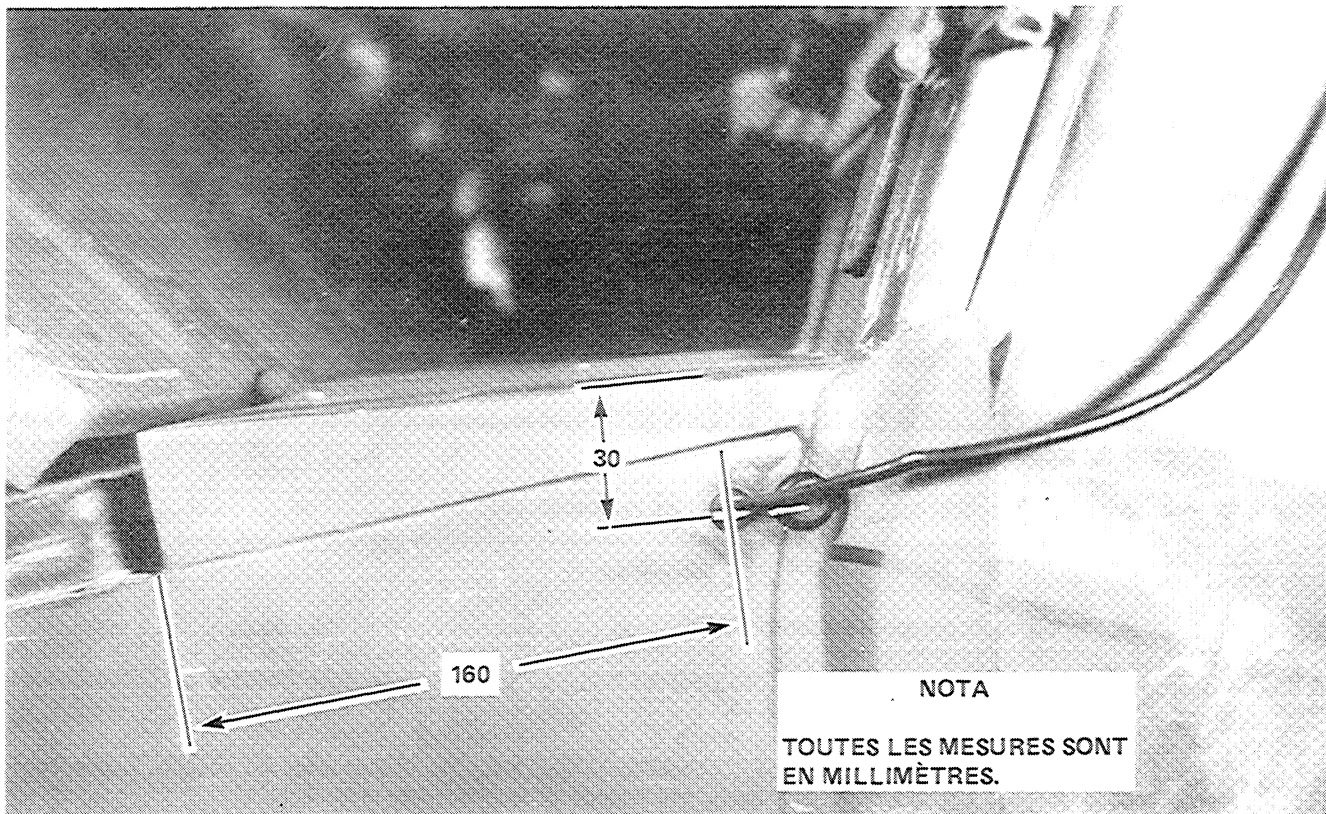

Figure 4 Localisation du trou pour le fil du girophare
- a. Voir la figure 4. Déterminer la position du trou du fil du girophare sur le côté gauche du véhicule et la marquer.
- c. Installer le passe-fils (35) dans le nouveau trou.
- e. Par l'intérieur du véhicule, introduire la petite cosse du fil de masse du support (32) dans le trou du renfort intérieur et dans le passe-fils (35), puis laisser pendre le fil.
- g. Fixer le fil (32) au support de girophare (31) à l'aide d'une vis autotaraudeuse (27) et d'une rondelle à denture interne (26).
- h. Introduire le fil du support (84a) dans le passe-fils (35) situé dans la carrosserie, puis dans le renfort intérieur.
- j. Monter le montant court du support du girophare (31) sur le rétroviseur et le fixer avec les deux vis (37) et les rondelles-freins (40).